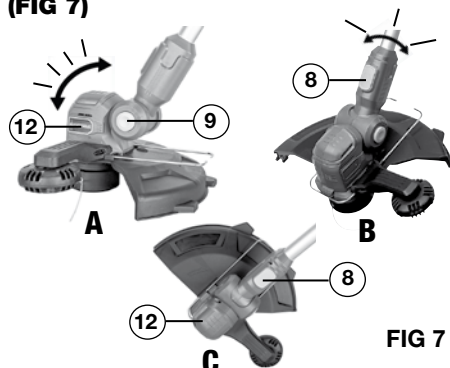

FIG 7
### AJUSTE DEL CABEZAL DEL MOTOR (FIG 7)
El cabezal del motor se puede inclinar en cuatro posiciones para mayor comodidad del usuario y para diversas aplicaciones (consulte la FIG 7-A). Para inclinar el cabezal del motor, presione y mantenga presionado el botón de bloqueo de inclinación de la cabeza (9), incline el cabezal a una de las cuatro posiciones opcionales y luego suelte el botón de bloqueo.
El cabezal del motor también se puede girar en tres posiciones para alternar entre las funciones de recorte y bordeado (consulte la FIG 7-B, C). Para girar el cabezal, presione y mantenga presionado el botón de bloqueo de rotación de la cabeza (8), luego gire el cabezal a la posición deseada para su aplicación. La posición central es para recortar (B), mientras que las posiciones izquierda y derecha son para bordear (C).